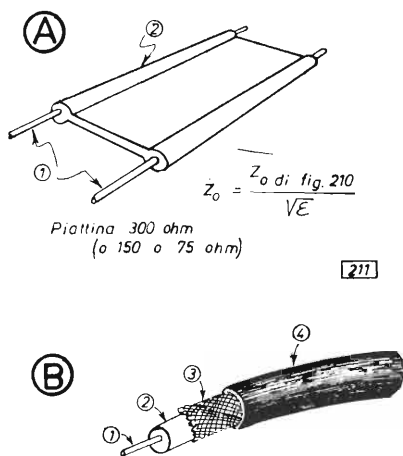

Fig. 211
Una linea bifilare può essere anche costituita da due conduttori concentrici. In effetti questa linea è simile a quella a conduttori paralleli, con l'unica particolarità che uno dei due conduttori può intendersi ruotare intorno all'altro, fino a circondarlo totalmente (fig. 211 B).
In quest'ultimo caso l'impedenza Z_0 data dalle formule va divisa per la radice di ϵ ossia la costante dielettrica del materiale impiegato (fig. 211 A).
- linea bifilare con dielettrico solido flessibile, piattine; Z_0 tipiche 300, 150 ed anche 75 ohm (fig. 211 A);